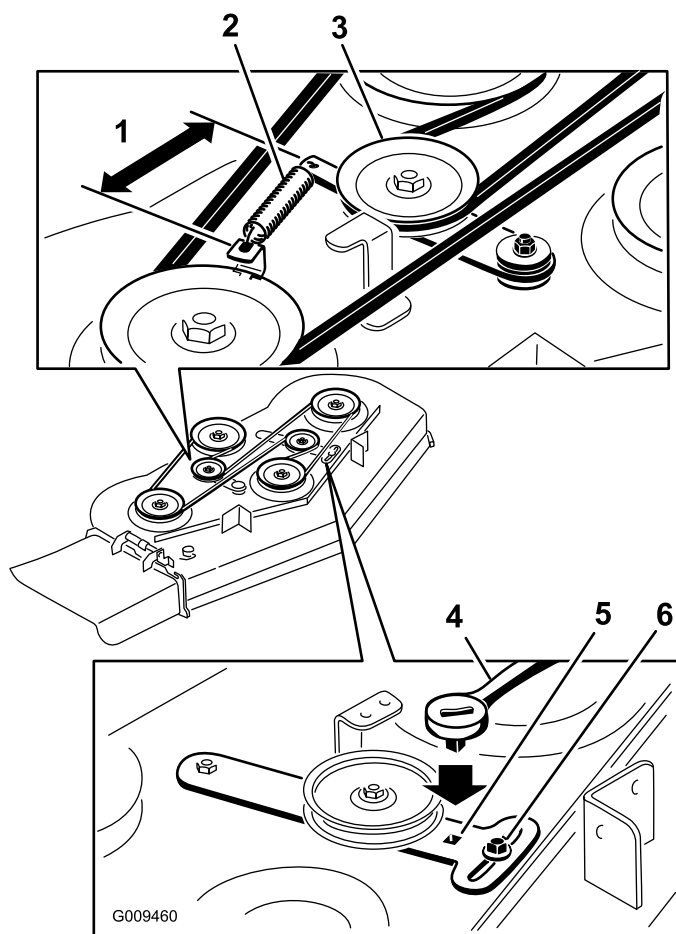

Figure 61
5. Enlevez la courroie usée du tablier de coupe (Figure 61).
6. Montez la nouvelle courroie autour des poulies du tablier de coupe et de la poulie d'embrayage (Figure 61).
7. Utilisez un cliquet dans le bras de la poulie de tension, serrez la poulie de tension jusqu'à ce que le ressort soit tendu à 14,6 cm (5-3/4") entre les crochets (Figure 61).